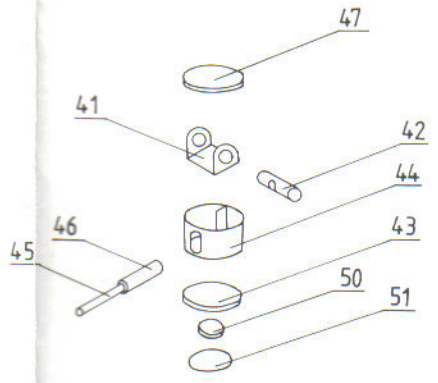

Rys. 1
**4-15** Części 4,6,7,8,10,11,12,13 sklejemy w pudełka. Żeberko 5 wklejamy w część 4, a żeberko 9 w część 8. Łączą one ukośne ściany elementów 4 i 9. Żeberka 14 łączą ze sobą elementy 6 i 7, a żeberka 15 elementy 10 i 11. Wszystkie elementy naklejamy na podstawę (rys.1).
**16-29** Wręgi. Części naklejamy na podstawie i doklejamy do usztywnień wzdłużnych. Na wręgach zaznaczono lewą (L) i prawą (R) burtę. Górne sklejki wręg 22 i 23 odginamy odwrotnie niż ich sklejki dolne, w stronę rufy (22) i dziobu (23).